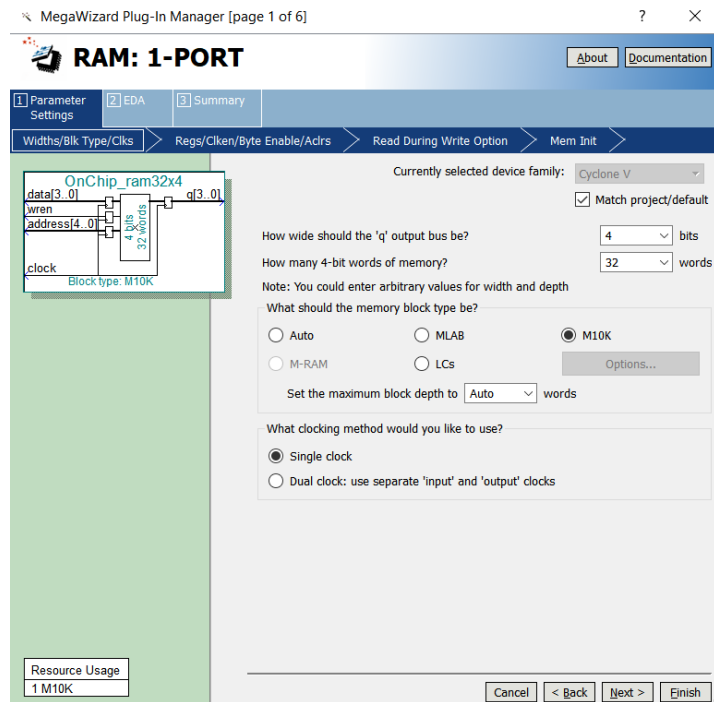
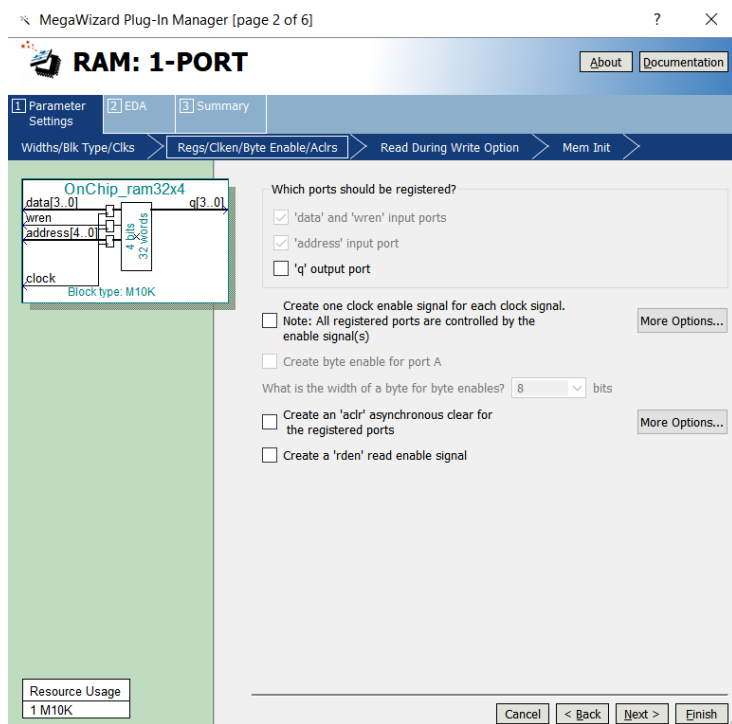

Fig. 2 : Configuration de la taille du module mémoire.
Fig.3 : Configuration des ports d'entrée et de sortie.
2. Cliquer sur **Tools > IP Catalog** afin d'ouvrir le catalogue des IPs dans le logiciel Quartus,. Dans la fenêtre **IP Catalog**, choisir le module **RAM: 1-PORT**, qui se trouve dans la catégorie **Basic Functions > On Chip Memory**. Sélectionner VHDL comme type de fichier de sortie à créer, nommer le fichier **OnChip_ram_32x4.vhd**, puis cliquer sur OK. Comme le montre la figure 2, spécifier une taille de mémoire de 32 mots de quatre bits. Sélectionner M10K. Également sur cette page ; accepter le paramètre par défaut pour utiliser une seule horloge pour les registres de la mémoire, puis passer à la page illustrée à la Figure 3. Sur cette page, désélectionner le paramètre appelé port de sortie « q » sous **Which ports should be registred?**. Ce paramètre crée un module RAM qui correspond à la structure de la figure 1b, avec des ports d'entrée registrés et des ports de sortie non registrés. Accepter les valeurs par défaut pour le reste des paramètres de l'assistant, puis cliquer sur le bouton **Finish** pour quitter cet outil. Examiner le fichier VHDL OnChip_ram_32x4.vhd qui définit le sous-circuit suivant :